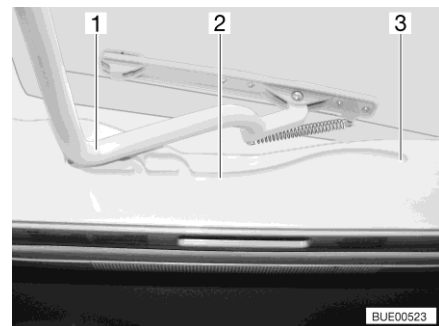

Bild 29 Spår (uppfällbar taklucka)
- Dra in bygeln (Bild 29,1) i spåren (Bild 29,2) till den bakersta positionen (Bild 29,3).
- Tryck bygeln (Bild 29,1) lätt uppåt med båda händerna.
- Drag bygeln till önskad position i spåret (Bild 29,2).